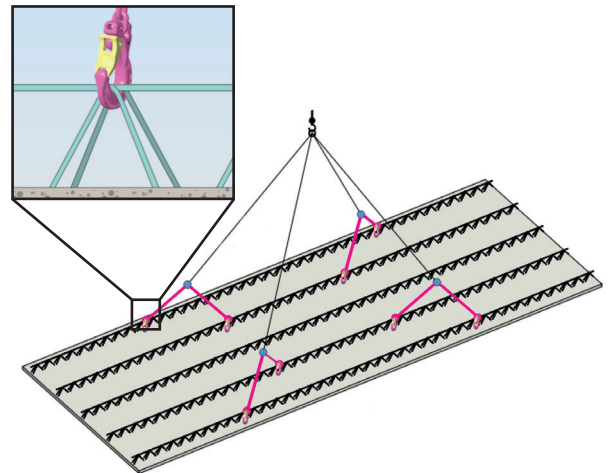

Abb. 7: Einhängen in Diagonalschlaufen
- Hängen Sie die 8 VCGH-Haken nur in die Diagonalschlaufen ein (siehe Abb. 7) ein. Bei schmalen Platten ist sinngemäß zu verfahren.